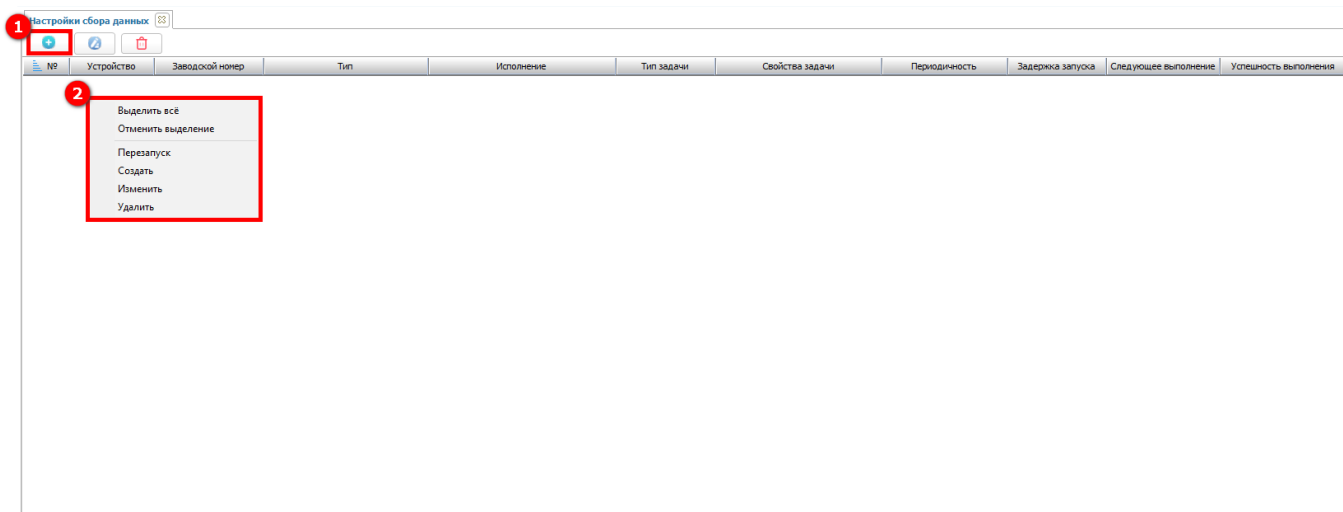

Рисунок 123 – Контекстное меню подраздела Настройка сбора данных
Для запуска выполнения любой из данных задач необходимо в дереве **Объекты учета, Каналы связи, Адреса, Контрагенты** или в дереве **Питающие центры** выбрать либо группу учета, канал связи или абонента соответственно, или же выбрать конкретное устройство. Далее с помощью кнопки, расположенной в левом верхнем углу открытой вкладки (1) (см. рисунок 123), или при помощи контекстного меню (2) необходимо создать новую задачу для выбранных устройств.
Также контекстное меню вкладки (2) (см. рисунок 123) позволяет выделить все поставленные задачи, отменить выделение выбранных задач, а также осуществить перезапуск поставленной задачи (задач).